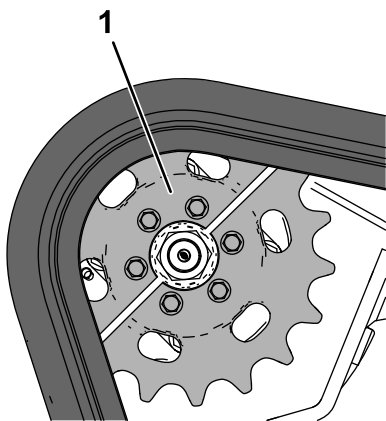

Figura 26
2. Parcheggiate la macchina su terreno pianeggiante, assicurandovi che 1 sola metà della ruota conduttrice sia innestata nel cingolo (Figura 26).